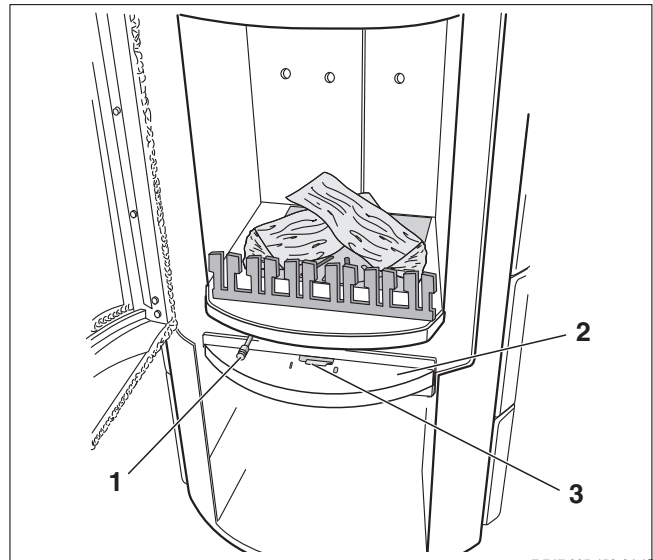

Bild 27 Asche abrütteln
- ▶ Rüttelroststange (→ Bild 27 [1]) häufig betätigen.